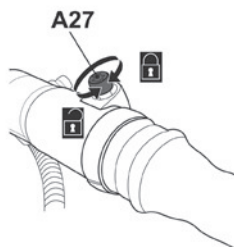

Fig. 5
- > Inserte y atornille el perno de retención (A27) con la llave Torx de 5 mm (E9) para fijar la conexión (Fig. 5). Asegúrese de que el tubo flexible (A28) está instalado de forma segura; para ello, tire de él suavemente.